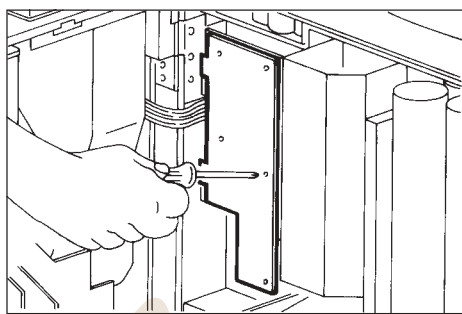
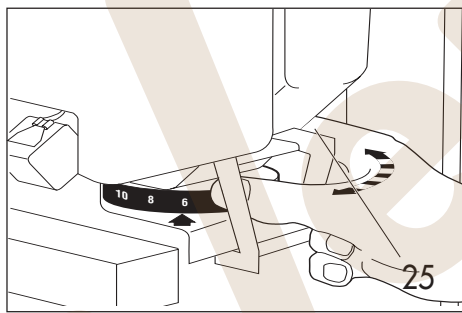

Fig. 11
Fig. 12
- Para conectar la llave se deben quitar los tres tornillos que sujetan la base móvil que soporta el monedero de cambio y hacer girar la base (Fig. 11) con el fin de poder acceder al conector que está en la placa del teclado. Introducir la llave en el conector indicado en la placa del teclado (Fig. 12).